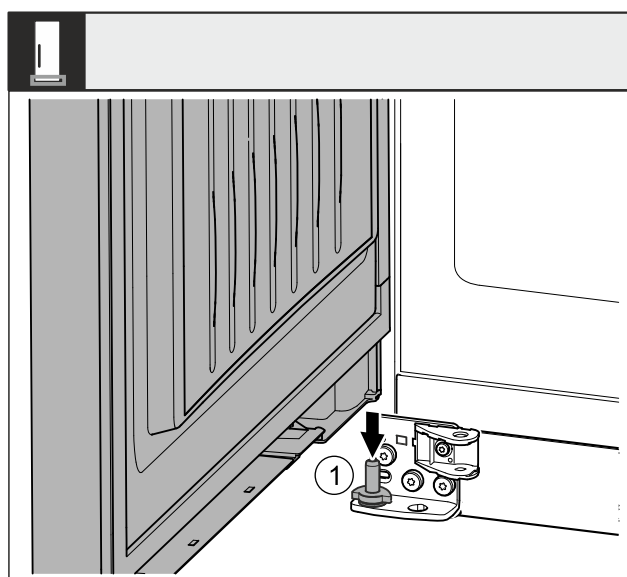

Fig. 42 *
- ▶ Påsæt døren oppefra på den nederste legebolt Fig. 42 (1).*